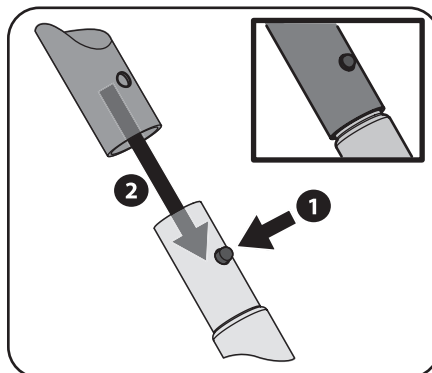

Figure 3-16
2. Pour fixer chaque pièce en place, les pièces du cadre se connectent avec un clip à ressort inséré dans le trou de la pièce de connexion. Appuyez sur le bouton bouton comportant une pince à ressort et faites-le glisser à l'intérieur de la pièce de raccordement jusqu'à ce qu'il s'enclenche dans l'orifice. Consultez la Figure 3-16.